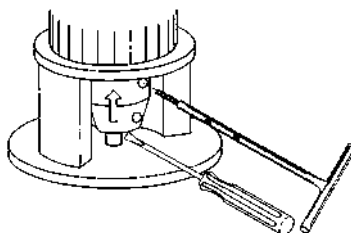

Abb. 17 Anziehen der Schrauben
6. Ziehen Sie die Schrauben paarweise (eine Seite nach der anderen) fest (Anzugsmoment wie unten angegeben). Siehe Abb. 17.